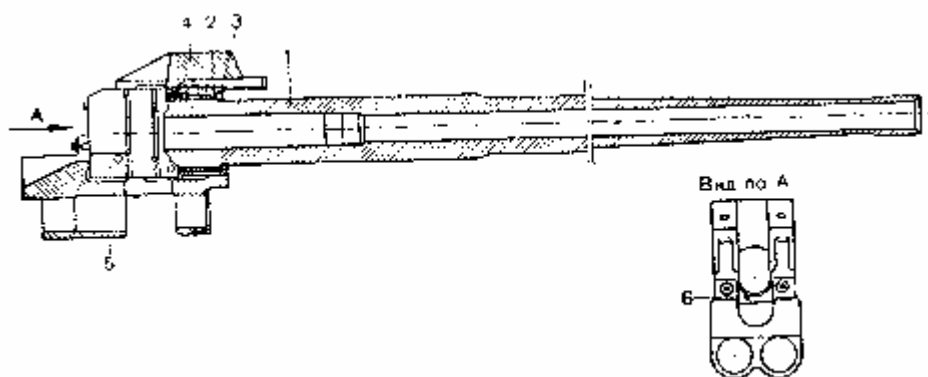
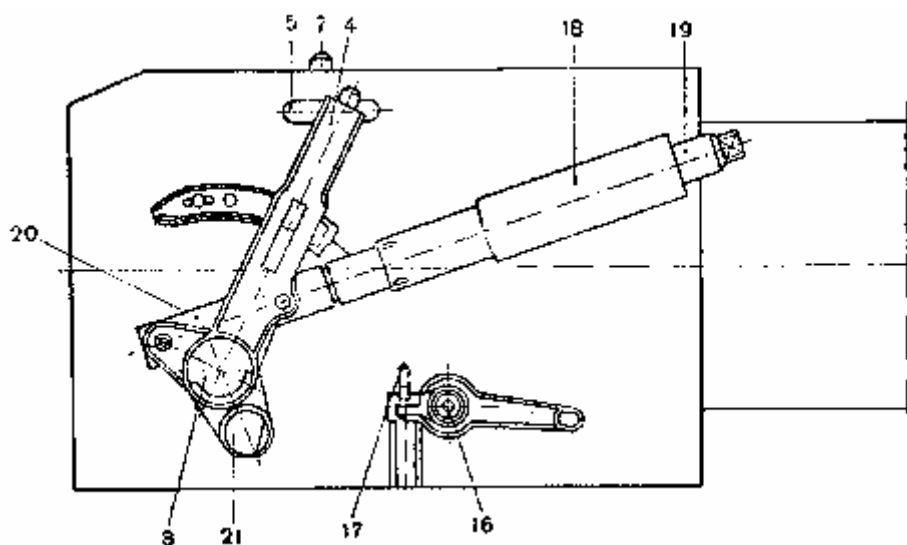
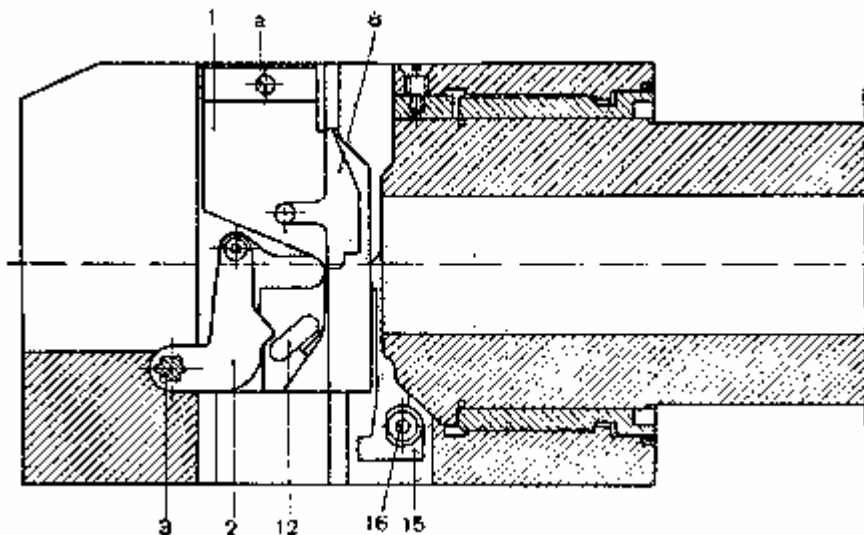

Рис.174. Ствол:
Рис. 175. Казенник (вид справа):
Рис. 176. Вертикальный разрез казенника:
Ствол состоит из следующих основных частей (рис. 174): трубы 1, казённика 2, муфты 3 казённика, накладки 4 и обоймы 5. Труба 1 на казённом срезе имеет скос под ось выбрасывателей и выточки для лапок выбрасывателей, а на дульном срезе — взаимноперпендикулярные риски для крепления нитей при проверке прицельных приспособлений.
Запирающий механизм (рис. 175 и 176) состоит из клина 1, кривошипа 2 с роликом, оси 3 кривошипа, стопора 6 оси кривошипа (рис. 174), рукоятки 4 (рис. 175) затвора, упора 5 клина со стопором 7 упора.
Клин 1 (рис. 176) имеет вид четырёхгранной призмы с вырезом (лотком) сверху для направления патрона при зарядании. Внутри 1 клина (в гнезде) собран ударный механизм. В центре передней плоскости клина имеется отверстие для выхода бойка ударника.
Ось 3 кривошипа помещается в гнезде казенника и от смещения удерживается стопором 6 (рис. 174), головка которого выходит наружу за задний срез казенника.
Кривошип 2 (рис. 176) надевается на ось кривошипа и от поворота на ней удерживается шлицами.
Рукоятка 4 (рис. 175) надевается на конец оси кривошипа. Она служит для открывания затвора.
Выбрасывающий механизм (рис.176) предназначен для выбрасывания из патронника стреляной гильзы. Он
состоит из двух выбрасывателей 15 (правого и левого), оси 16 выбрасывателей и поджима 17 (рис. 175) выбрасывателей с пружиной. Каждый выбрасыватель имеет: верхние выступы, которые удерживают клин в нижнем положении, нижние выступы, до которых ударяют кулачки 8 (рис. 176), и захваты, которые захватывают гильзу за фланец и при открывании затвора выбрасывают её из патронника. Ось 16 выбрасывателей имеет шпонку для соединения с выбрасывателями и рычаг, который служит для сбрасывания выбрасывателей с кулачков клина вручную. Поджим 17 (рис. 175) выбрасывателей с пружиной все время поджимает выбрасыватель к клину.
Закрывающий механизм полуавтоматики предназначен для автоматического закрывания затвора после досылки очередного патрона в патронник. Он состоит (рис. 175) из упорного стакана 18, регулирующей гайки 19, нажимного стакана 20, закрывающей пружины и кулачка 21 полуавтоматики.
- б) вставить в отверстие а в клине (рис. 176) ручку для вынимания клина и вытащить клин за ручку вверх.